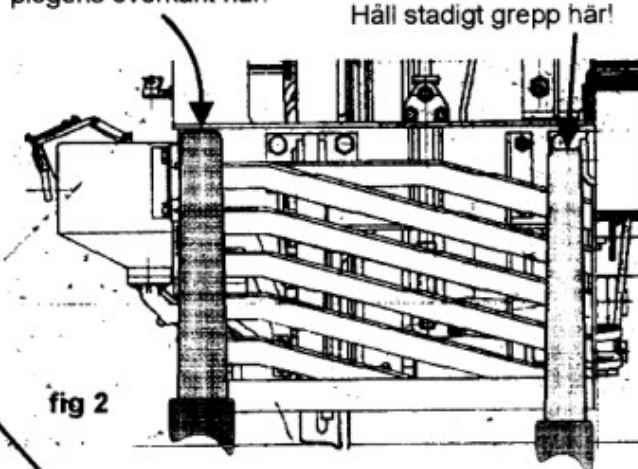

fig 2
2. Håll fast intill mitten med enstång och med andra stången, fig 2,